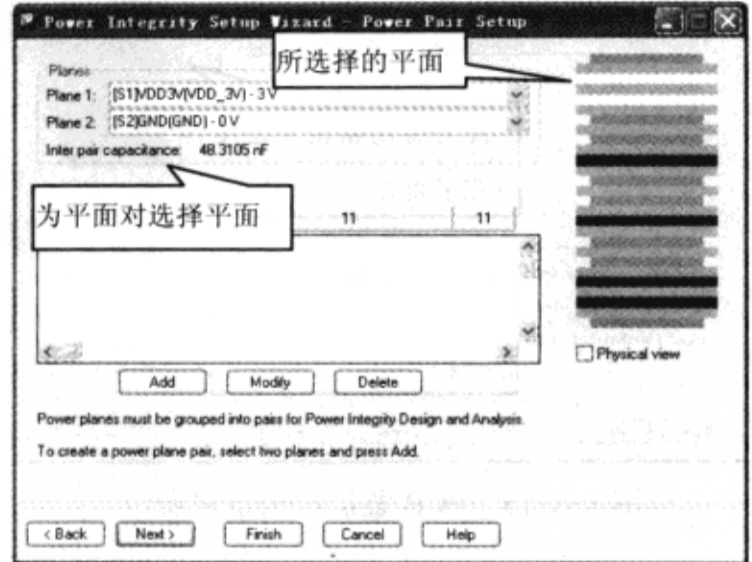

图 8-8-20 为平面对选择平面
(2) 在“Power Integrity Setup Wizard-Power Pair setup”对话框的“Planes”区域做如下设置: 在“Plane 1”的下拉菜单中选择电压平面“[S1]VDD3(VDD\_3V)-3V”; 在“Plane 2”的下拉菜单中选择电压平面“[S2]GND(GND)-0V”, 如图 8-8-20 所示。